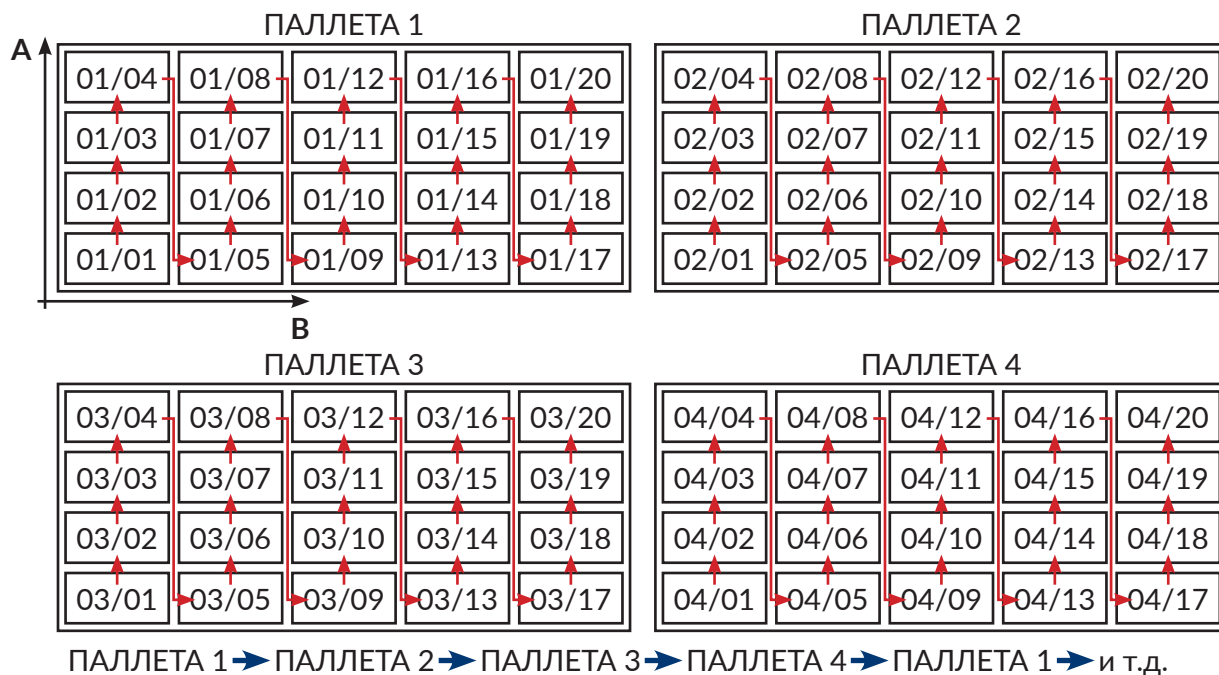

Рис. 37.
- описываемые предметы складываются на паллетах по 20 штук в очередности **A → B** (см. **Рис. 37**),